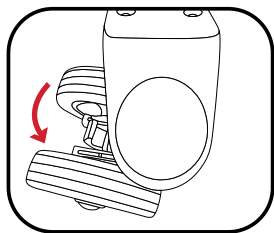

Fig 1
1. Tournez les roues de 180° pour permettre l'accès au levier de déverrouillage rapide (fig. 1)